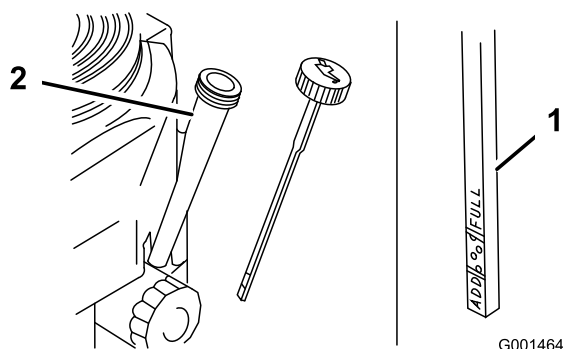

Figure 16
3. Nettoyez la surface autour de la jauge d'huile (Figure 16).
4. Retirez la jauge d'huile et essuyez soigneusement l'extrémité (Figure 16).
5. Insérez la jauge au fond du tube, sans la visser dans le goulot de remplissage (Figure 16).
6. Sortez de nouveau la jauge et examinez son extrémité. Le niveau d'huile doit se situer entre les repères minimum et maximum (Figure 16).